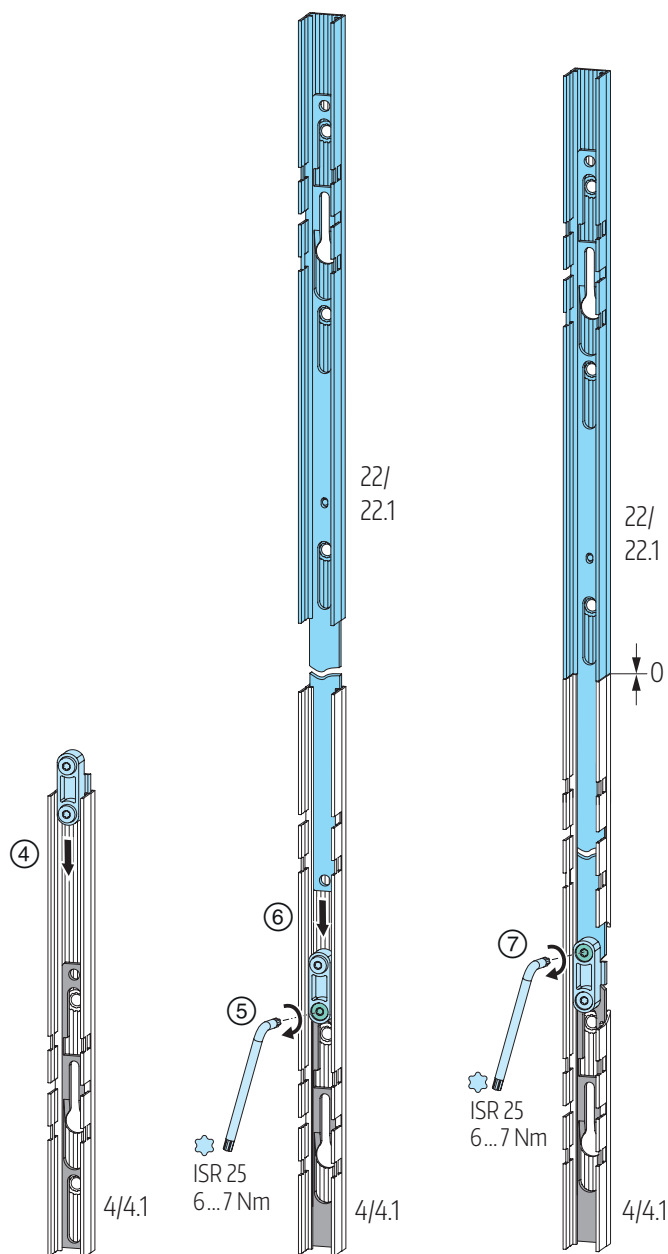

Abb. 51
④ Riegelverbindungsstück in Führung Riegelstange des Getriebes 4/4.1 einführen und ⑤ mit Riegelstange des Getriebes koppeln, ISR 25, 6 ... 7 Nm. ⑥ Riegelstange der Getriebeverlängerung in Getriebe einführen und ⑦ über Riegelverbindungsstück mit Riegelstange Getriebe verbinden, ISR 25, 6 ... 7 Nm.; **Abb. 51**.